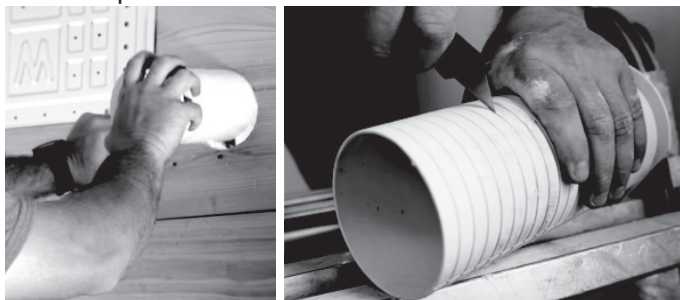

Figure 5.6
3. Insérez le manchon mural de protection dans le trou du mur intérieur, en notant la quantité qu'il dépasse du mur extérieur. Ensuite, coupez l'excédent, à l'aide d'un couteau utilitaire ou d'une scie, pour qu'il affleure le mur extérieur (voir la figure 5.6). Puis, réinsérez le manchon du trou mural pour la dernière fois.